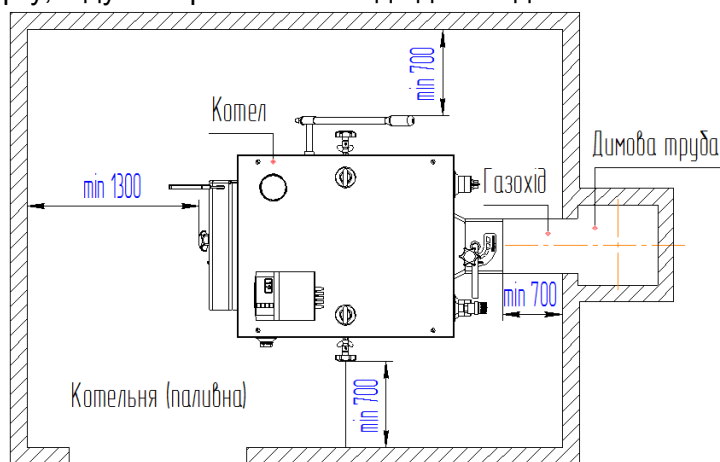

Рис.3 Схема встановлення котла в котельній (паливній)
7.1.2. Котел постачається в зібраному вигляді і не потребує спеціального фундаменту, однак необхідно встановити його на рівну горизонтальну поверхню з негорючих матеріалів. Під час встановлення котла необхідно забезпечити доступ до нього таким чином, щоб стіни котельної (паливної) не заважали завантаженню палива, чистці топки котла, а також доступу до вентилятора (див Рис.3).